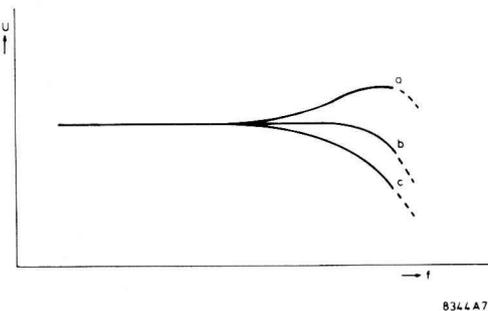

Fig. 17
- La configuration au-delà des 6300 Hz doit ressembler le plus possible à la "b" de la Fig.17. la distorsion à 1 kHz ne devant pas être $\leq 3 \%$ (100 % de modulation).